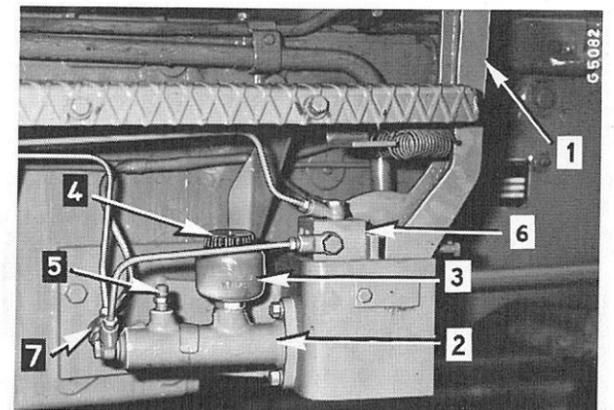
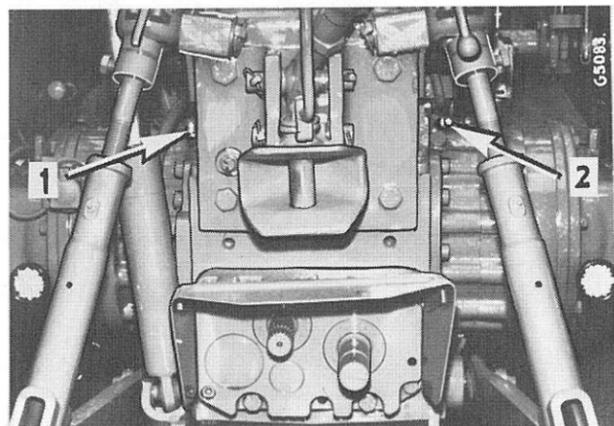

Fig. 82
Fig. 83 1 - 2 Vis de purge d'air
Légendes de la Fig. 82 :
Vérifiez le niveau du fluide dans le réservoir (3) Fig. 82, aux intervalles indiqués dans le guide d'entretien, de la façon suivante :
Dévissez les vis de purge d'air (1 et 2) Fig. 83 sur les deux cylindres de freins et chassez le fluide hors du circuit de freinage en actionnant les pédales de freins, ce qui produit un effet de pompage.
- Remplissez le réservoir de fluide de freinage (3), fig. 82.
- Effectuez la purge d'air en commençant par la vis de purge (5), Fig. 82, puis les vis (1 et 2) Fig. 83.